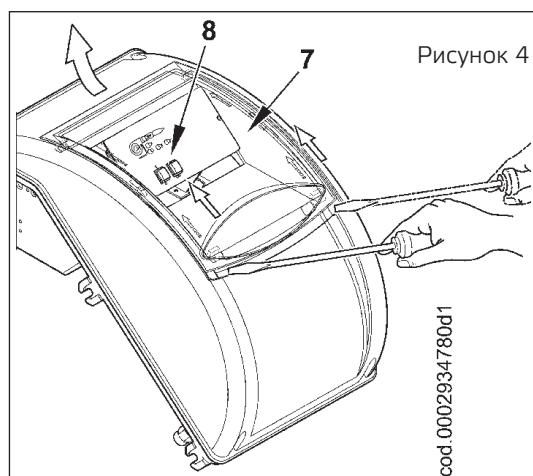

Рисунок 4
- 4) Чтобы снова закрыть крышку электрической панели, ввинтить 4 винта (1) оказывая момент зажима, составляющий примерно 5 Нм, чтобы обеспечивать правильную герметичность. Для получения доступа к приборному щитку (8) отцепите прозрачное окошко (7) легким нажатием инструмента (например, отвертки) в направлении стрелок (на рис. 4). Пусть окошко слегка продвинется, после чего снимите его с крышки.
- 5) Для правильного расположения прозрачного окошка на щите следовать рисунку 5. Поместить крюки в соответствующие гнёзда (9) и продвинуть окошко в направлении, указанном стрелкой, до тех пор, пока не раздастся лёгкий щелчок. Теперьовое уплотнение гарантировано.